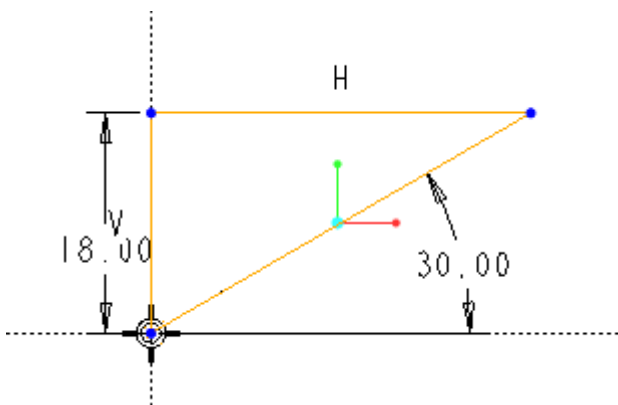

図 5-31 ハンドルのスケッチ 1
- ・直径 4mm の円を座標中心にスケッチし押し出し 50mm で円柱を作成する(図 5-31)。